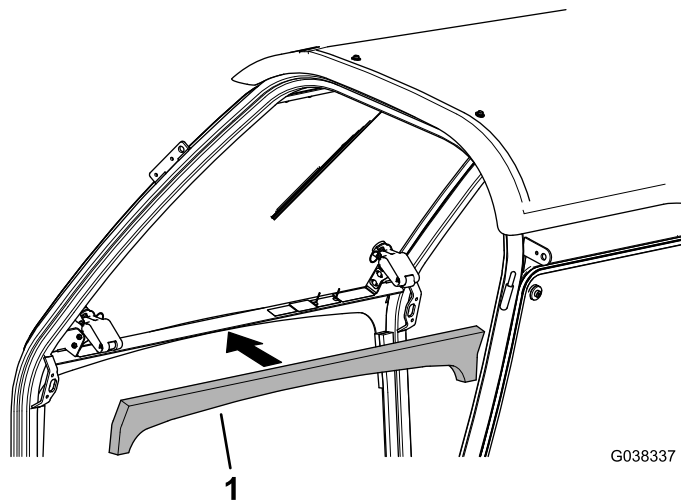

Рисунок 10
3. Установите передний уплотнитель из пеноматериала, если он еще не установлен (Рисунок 10).